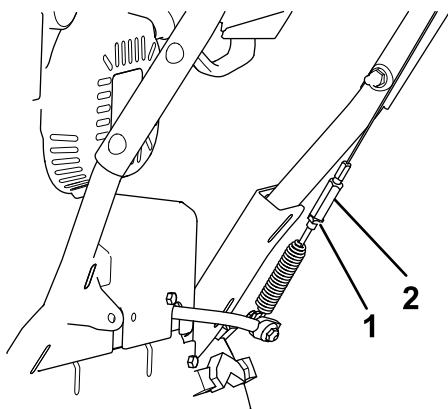

Figura 29
5. Afloje la contratuerca (Figura 29).
6. Afloje o apriete el tensor que ajusta la tensión del cable (Figura 29).